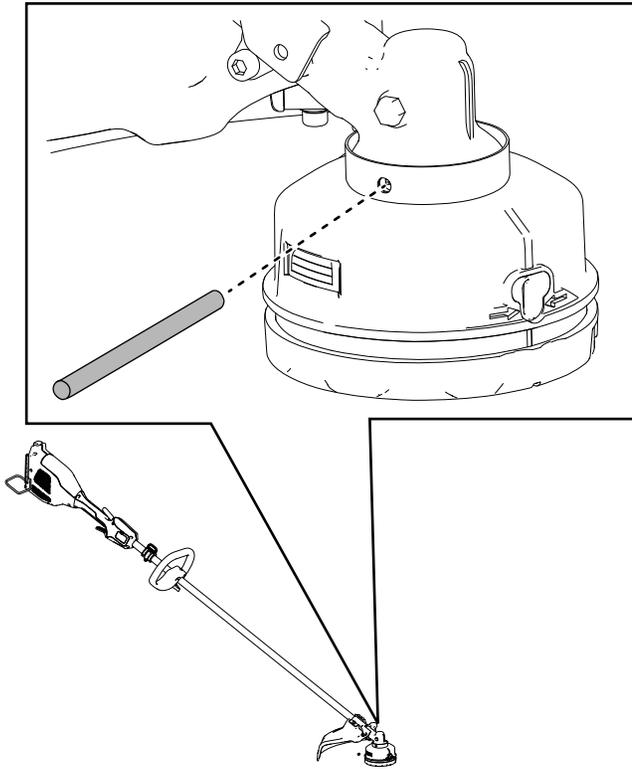

Figura 15
2. Alinee el orificio de la copa con el orificio de la caja de engranajes de la desbrozadora (Figura 15).
3. Inserte la varilla metálica incluida a través de la copa y por el orificio de la caja de engranajes de la desbrozadora para fijar el cabezal de la desbrozadora (Figura 15).